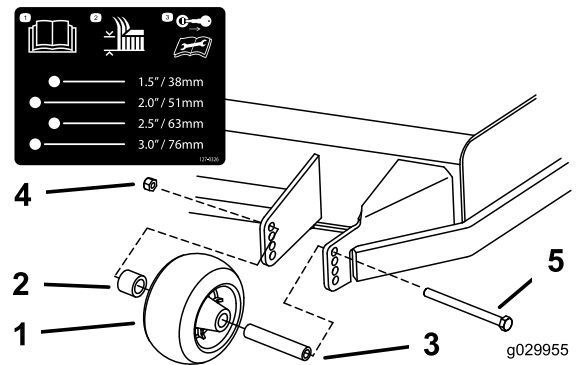
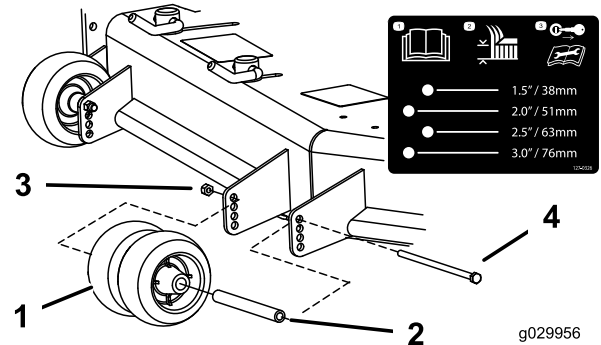
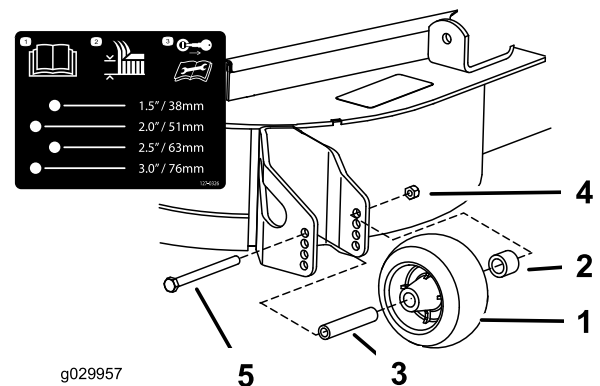

Figura 29
Figura 30
Figura 31
3. Remova os rolos antidanos como se mostra na Figura 29, Figura 30 e na Figura 31.